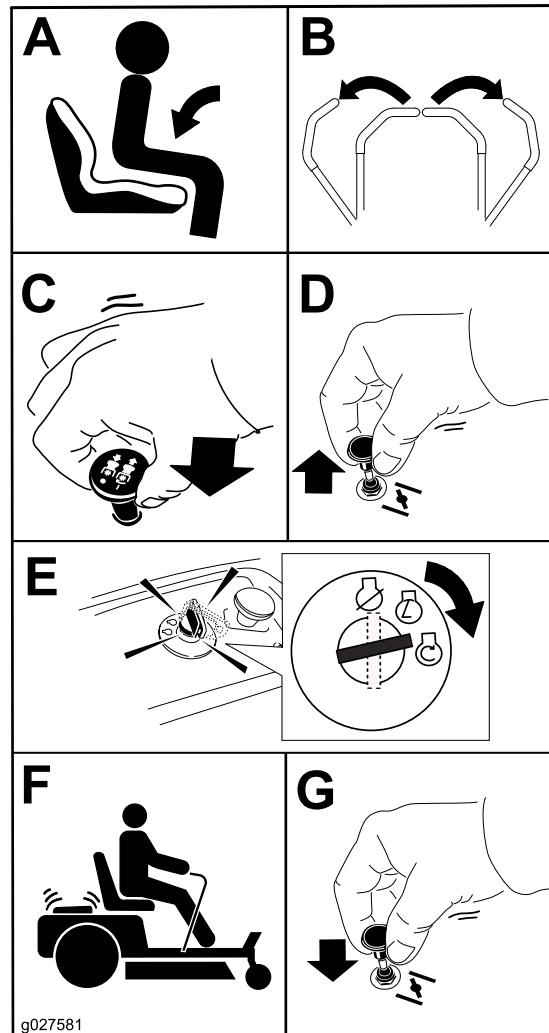

Figura 20
1. Desengrane las cuchillas moviendo el mando de control de las cuchillas a la posición de DESENGRANADO (Figura 20).